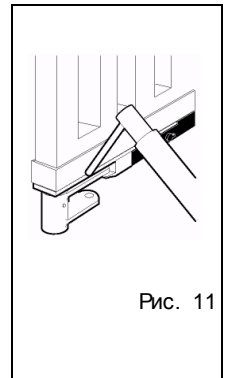

Рис. 11
- 3) Направляющий профиль необходимо приварить к опорной планке (рис. 11).